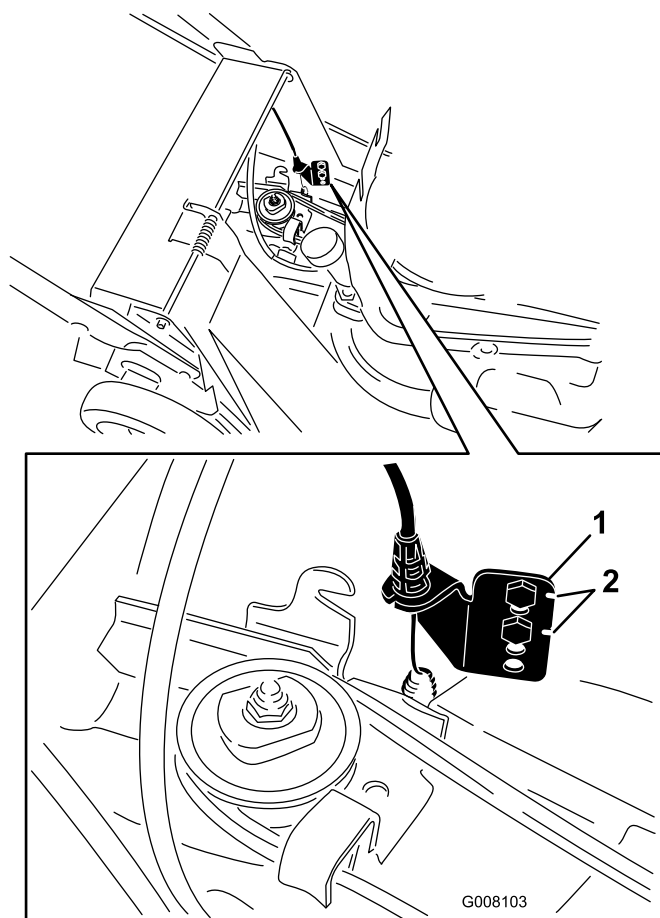

Figura 30
Nota: Cuando instale una correa nueva, vuelva a colocar el soporte de anclaje inferior a su posición original de fábrica, indicada por las muescas situadas junto a los taladros del soporte (Figura 30).
7. Retire los tornillos del soporte de anclaje inferior (Figura 30).
8. Mueva el soporte de anclaje un taladro hacia arriba (Figura 30).